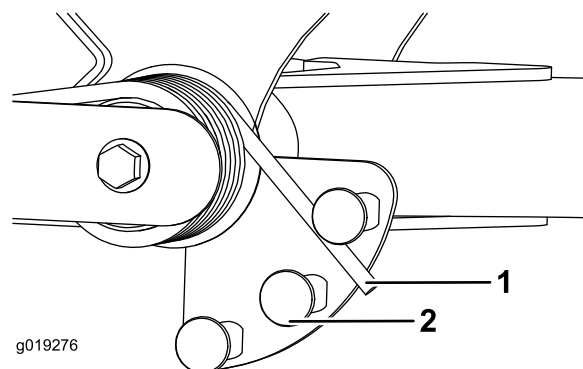

Figura 34
2. Inserite un tubo o un oggetto simile sull'estremità della molla lunga e giratelo attorno all'attuttore della molla nella posizione desiderata (Figura 34).